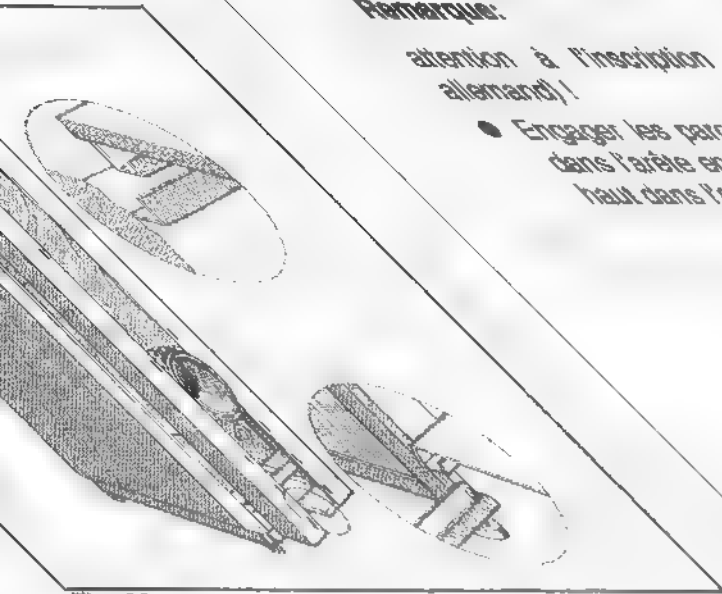

Fig. 28
- Engager les parois avant gauche et droite en bas dans l'arête en U de la traverse et les accrocher en haut dans l'arête du capot (fig. 28).